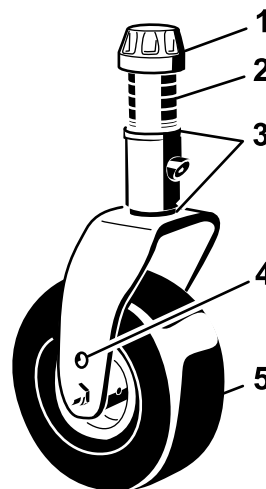
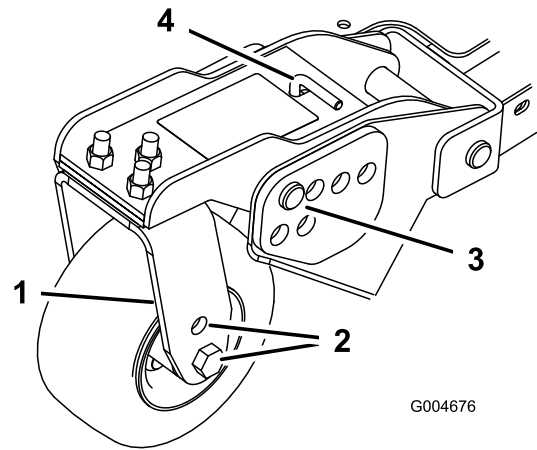
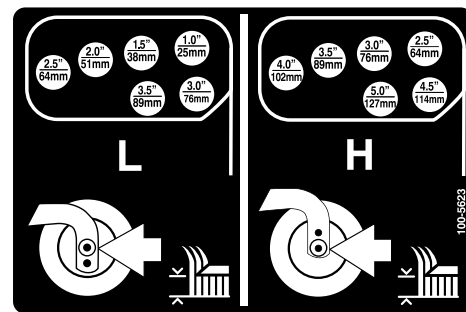

Figura 24
Figura 26
Figura 27
- Posizionate gli assali delle ruote orientabili negli stessi fori di tutte le forcelle (Figura 24 e Figura 26).
- Togliete il cappuccio di tensione dall'asse del perno ed estraete il perno dal braccio della ruota orientabile (Figura 24).
- Togliete la coppiglia ed i perni con testa dai bracci di rotazione delle ruote orientabili (Figura 26).
- Girate il tenditore per alzare o abbassare il braccio di rotazione finché i fori non sono allineati con i fori della staffa dell'altezza di taglio selezionati, nel telaio del piatto di taglio (Figura 26 e Figura 27).